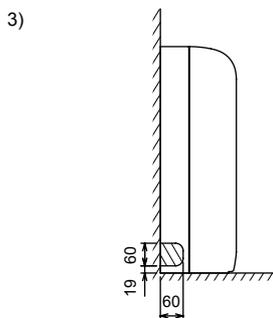

Fig. 3-9
- 3) **Per la tubazione di sinistra (Fig. 3-9)**